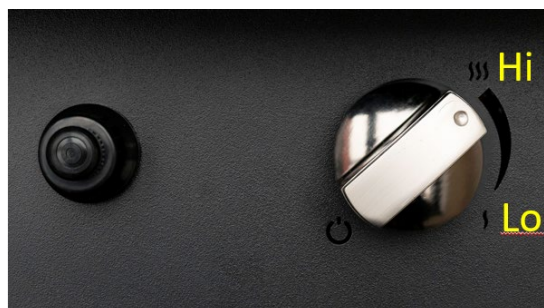

Fig 13 – Justere flammen høyt
- For å oppnå en høyere flamme, vri knappen mot klokken til "**Høy**"-posisjon. For å oppnå en lavere flamme, vri knappen mot klokken til "**Lav**"-posisjon (Fig. 13).